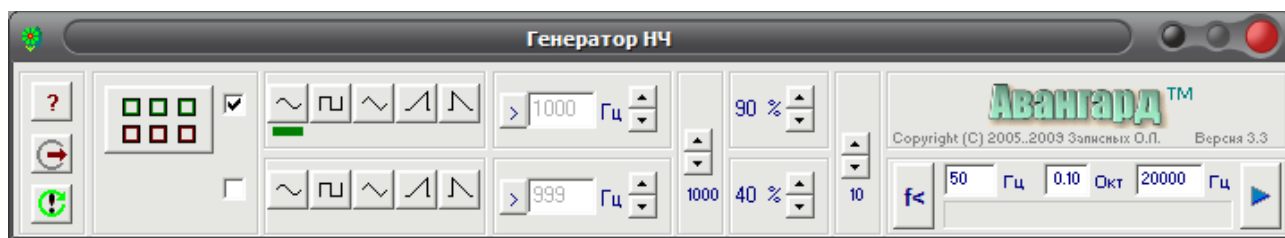

Рис. 3.2. Компонент «ГЕНЕРАТОР НЧ» для получения гармонических сигналов. Оптимальные настройки.
Для получения гармонического сигнала используется свободно распространяемый компонент LabVisual Генератор для ПК рис. 3.2, представляющий из себя низкочастотный комбинированный генератор функций. Выходные сигналы генератора могут поступать на два канала стерео выхода звуковой карты компьютера.
14. Проверить работу программа-частотомера, подавая на вход XS1 прямоугольный сигнал звуковой частоты 20 — 9000 Гц. При подачи сигнала с линейного выхода LINE OUT ПК посредством программы «ГЕНЕРАТОР», следует установить амплитуду выходного сигнала генератора в программе не менее 80 % (рис. 3.2) и амплитуду выходного сигнала не менее 70 — 80 % непосредственно в звуковом драйвере (стандартная настройка громкости выходного сигнала). При низкой амплитуде входного сигнала, так же как и при слишком высокой амплитуде, частотомер может работать некорректно из за особенностей работы схемы однокаскадного транзисторного усилителя.